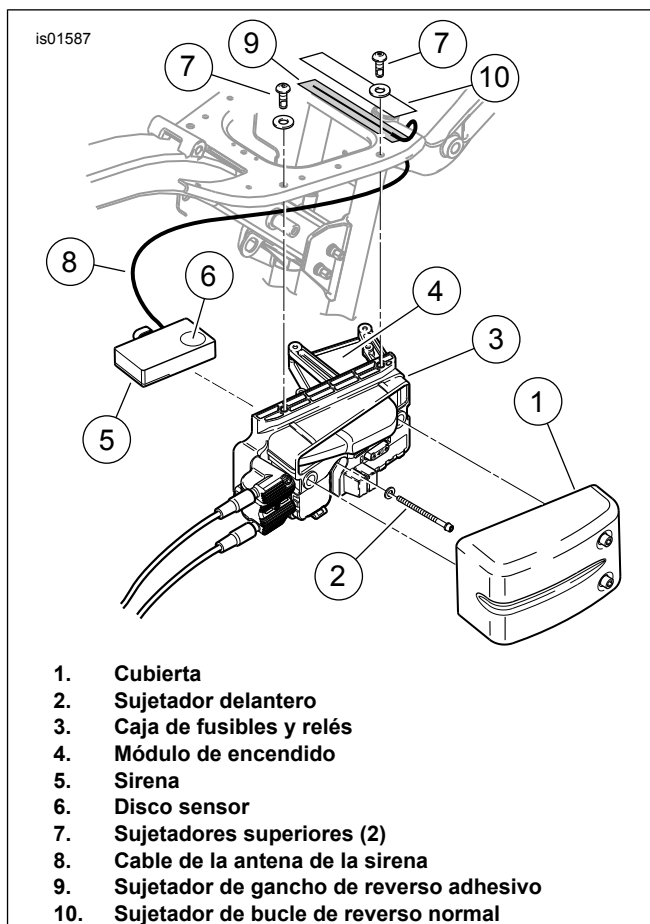

Figura 39. Instale la sirena en la caja de fusibles y relés (modelos Dyna)
1. Vea la Figura 39. Sujete con firmeza ambos lados de la cubierta de la caja de fusibles y relés (1). Tire hacia afuera para extraer.
2. Quite el tornillo y la arandela (2) de la caja delantera de fusibles y relés. Quite los dos tornillos y las arandelas (7) de la caja de fusibles y relés superior.